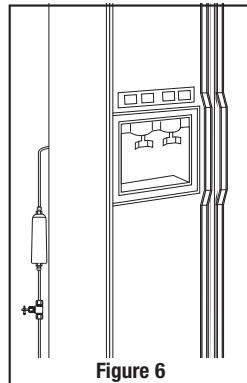

Figure 6
- Joignez le port de sortie du filtre à la conduite d'eau se dirigeant vers l'appareil à desservir. (Figure 6)
### 5. Joignez le port de sortie du filtre à la conduite d'eau se dirigeant vers l'appareil à desservir. (Figure 6)